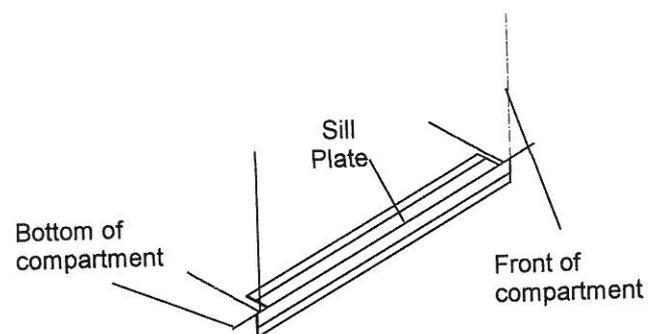

Fig. 3
- a) 室内床の中央にシルプレートを置いてください。ノッチは図3で示すように上に向けます。